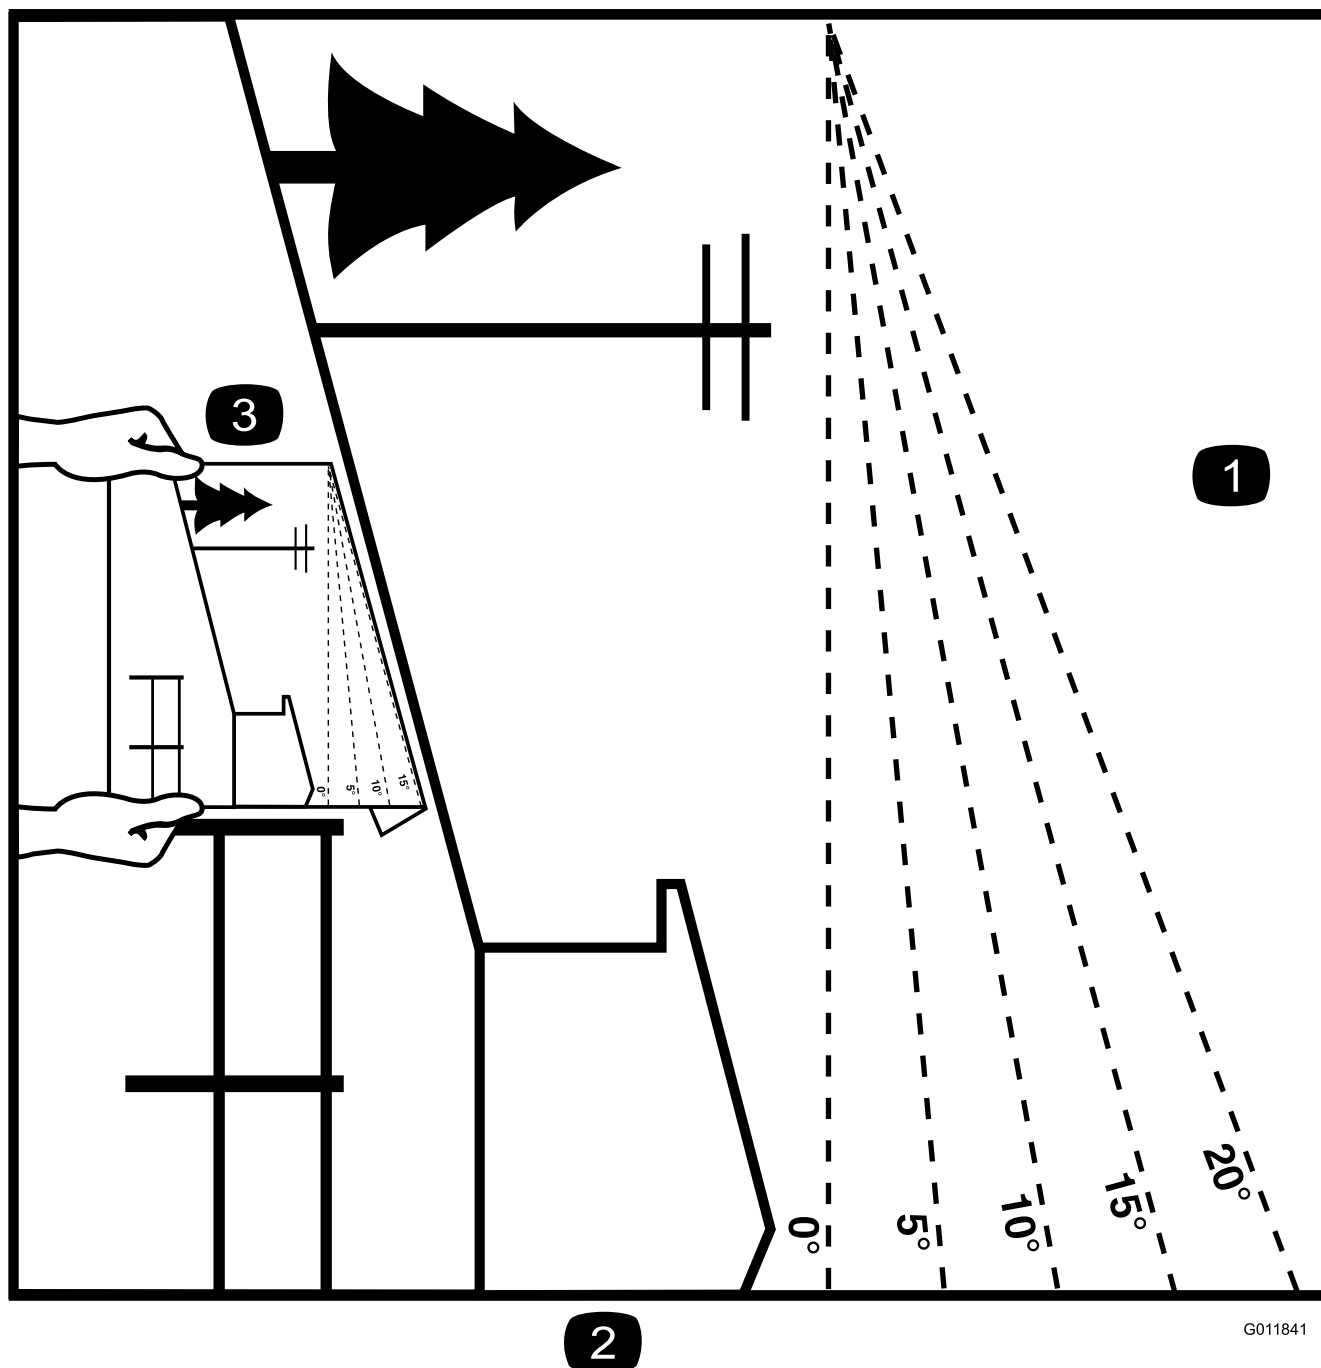

Figure 3
- Reportez-vous à la Figure 3 pour déterminer l'angle correct de la pente que vous devez aérer.